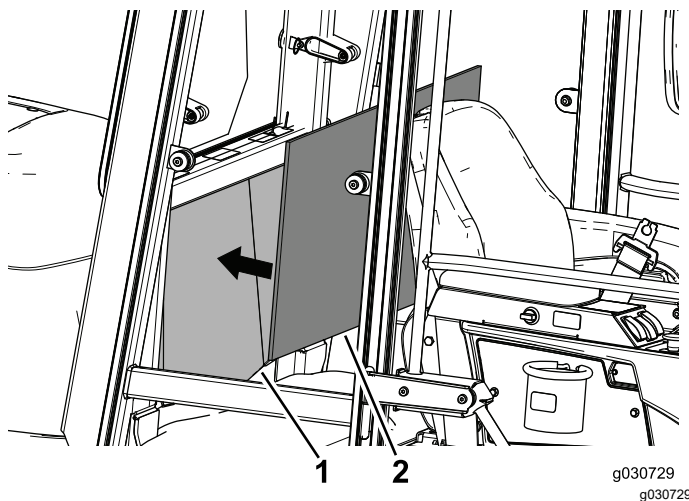

Figura 32
2. Alinee el panel tapizado, con el centro del panel trasero en el interior de la cabina, para verificar su posición y encaje (Figura 32).